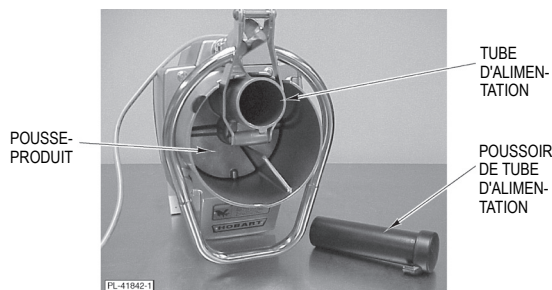

Fig. 10
Le tube d'alimentation (fig. 10) accepte les articles longs et fins, tels que les carottes, les concombres, le céleri et les oignons verts. Il peut également être chargé de petits objets de forme irrégulière, tels que des champignons, des échalotes et des gousses d'ail. Le poussoir du tube d'alimentation (fig. 10) se place dans le tube d'alimentation lorsqu'il n'est pas utilisé, faisant office de couvercle. Le retrait du poussoir du tube d'alimentation n'empêche pas le robot culinaire de fonctionner.
2. Tournez le poussoir du tube d'alimentation pour le déverrouiller; retirez le poussoir (fig. 10).